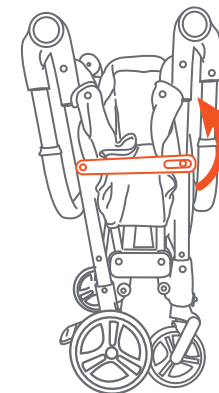

Fig. 4a
- 4) • Release the fold latch (Fig. 4a).
- Suelte el pestillo de pliegue (Fig. 4a).